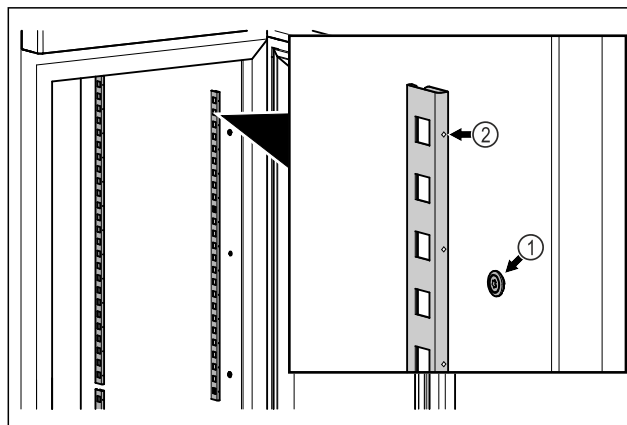

Fig. 56 Näitlik kujutis
- ▶ Haakige fikseerimisliistud rippkinnitussse Fig. 56 (1). Märgistus Fig. 56 (2) peab olema ettepoole suunatud.